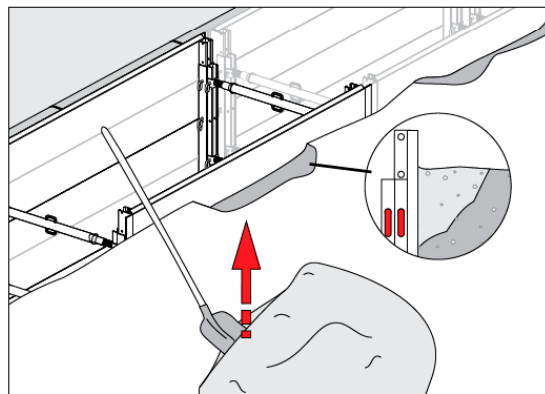

Abb. 7
- Nach Einsetzen der Verbaueinheit in den Graben muss der Hohlraum zwischen Verbaueinheit und Grabenwand verfüllt werden (Abb. 7).